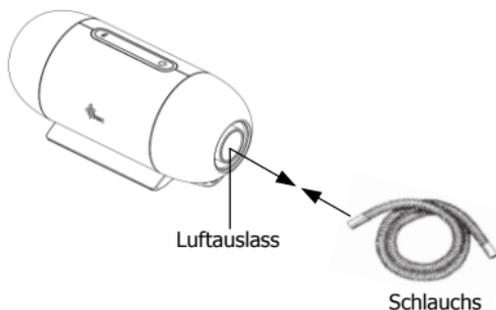

Abb. 12-4
- (1) Schließen Sie das eine Ende des Schlauchs an den Luftauslass des Hauptgeräts an, wie in Abb. 12-4 dargestellt.